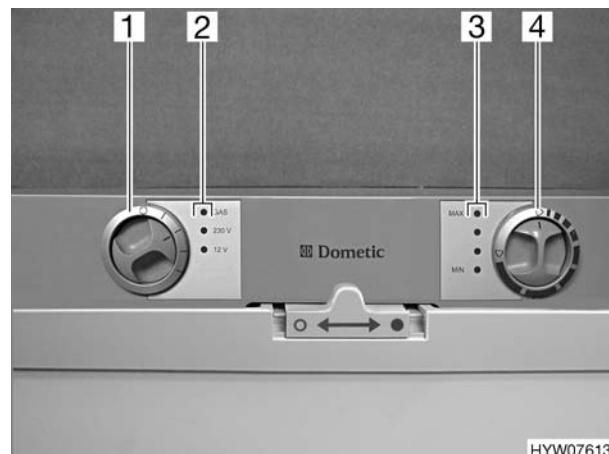

Fig. 165 Elementi di comando del frigorifero
Se l'alimentazione a 230 V non è allacciata e il motore del veicolo è spento, il sistema AES seleziona il rifornimento di gas. Selezionando il funzionamento a gas, il dispositivo di sicurezza si apre automaticamente, così che il gas possa fluire al bruciatore. Contemporaneamente si inserisce l'accenditore elettronico. Se la fiamma del gas si spegne, p. es. a causa di un colpo di vento, l'accenditore viene subito azionato riaccendendo il gas. In caso di guasto del funzionamento a gas, la luce spia "GAS" (Fig. 165,2) diventa rossa e lampeggiante.
- Nelle aree di servizio è vietato l'uso di impianti a fiamma viva. Nel caso in cui la sosta duri più di 15 minuti, il frigorifero deve essere spento tramite il selettore di energia (Fig. 165,1).
Dopo l'accensione il frigorifero seleziona automaticamente la regolazione intermedia del termostato. Questa regolazione può essere modificata manualmente tramite il pomello girevole (Fig. 165,4). Le luci spia (Fig. 165,3) indicano la temperatura selezionata sul termostato. Con il pomello girevole viene regolata la temperatura di refrigerazione per tutti i tre tipi di funzionamento. Ci vogliono alcune ore prima che il frigorifero raggiunga la temperatura normale di esercizio. Cambiando la modalità di funzionamento la regolazione del termostato non viene modificata. La temperatura di raffreddamento è indipendente dal tipo di energia utilizzata.
- Con il selettore di energia (Fig. 165,1) selezionare il tipo di energia utilizzata. La luce spia relativa (Fig. 165,2) diventa verde.
- Regolare la temperatura di refrigerazione con il pomello girevole (Fig. 165,4). Le luci spia (Fig. 165,3) indicano la temperatura selezionata sul termostato.
- Girare il selettore di energia (Fig. 165,1) su "O". Tutte le luci spia (Fig. 165,2) sono spente.